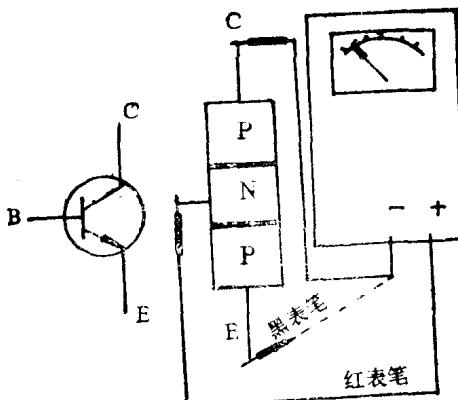

图 8
(2) 管型与基极的判别
①用万用表来判别管型与基极。根据 PN 结正向电阻小、反向电阻大的原理来判别是 NPN 型还是 PNP 型三极管及基极，用万用表 (R × 1k Ω 档) 红笔接一管脚，黑表笔分别接另外两个管脚，测得两个电阻值都很小（一般约在 1k Ω 左右）时，则此三极管就是 PNP 管型，红表笔所接触的管脚就是基极，如图 8 所示。